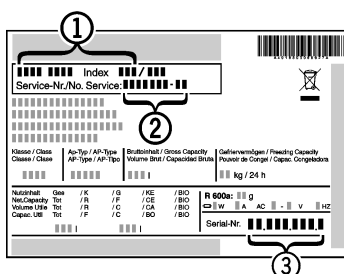

Fig. 12
- ▶ Gerätebezeichnung Fig. 12 (1), Service-Nr. Fig. 12 (2) und SN Fig. 12 (3) vom Typenschild ablesen. Das Typenschild befindet sich an der linken Geräteinnenseite.
- ▶ Den Kundendienst benachrichtigen und den Fehler, Gerätebezeichnung Fig. 12 (1), Service-Nr. Fig. 12 (2) und SN Fig. 12 (3) mitteilen.